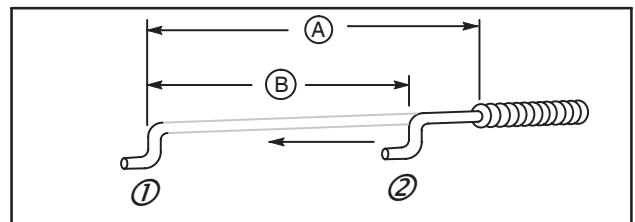

Fig. 12
La course de la commande doit être au minimum de 35 mm (B) pour aller de CHOKE (1) à STOP (2), Fig. 12. La distance (A) est de 54 mm.